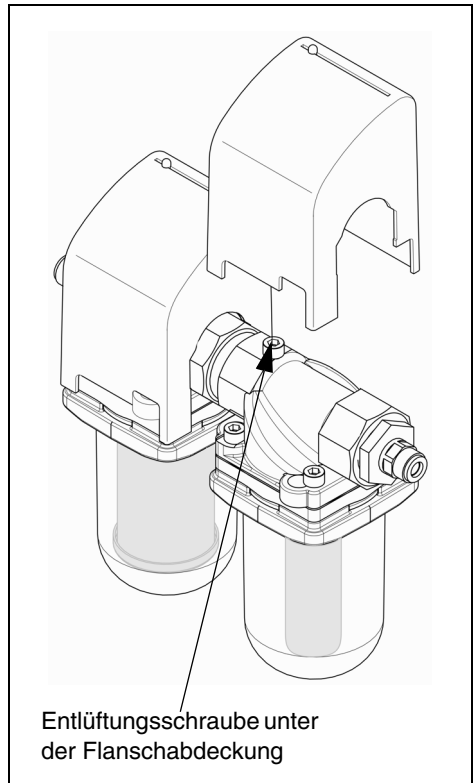

Abb. 7: Entlüftungsschraube
Kaltwasserleitung und Zapfhahn vorsichtig öffnen, damit die Luft aus dem System entweichen kann. Das Mikrofiltrationsmodul muss zusätzlich über die Entlüftungsschraube entlüftet werden. Die Entlüftungsschraube muss etwas aufgeschraubt werden, damit die Luft entweichen kann. Die Entlüftungsschraube wieder zuschrauben (siehe Abb. 7).
- 3 Entlüftungsschraube wieder schließen, nachdem die ganze Luft entwichen ist (siehe Abb. 7).